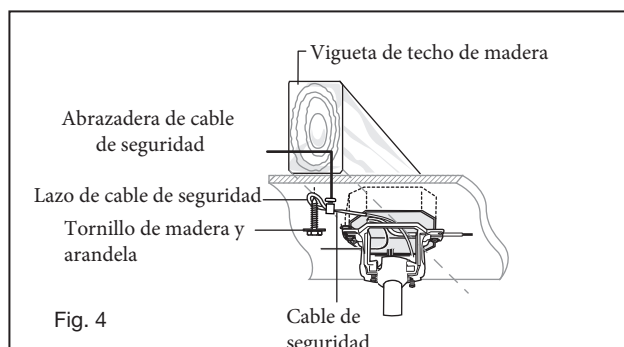

Fig. 4
- 8 Levante la bola / varilla / ventilador en la abertura del soporte de suspensión. **NOTA:** La lengüeta opuesta a la abertura del soporte del colgador debe encajar en la ranura de la bola. (Fig. 4)